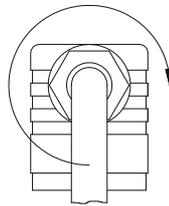

Fig. 11
- ↖ Pousser l'intérieur ⑧ jusqu'à encliquetage dans la boîte de raccordement ②.
- ↖ Enfiler la vis centrale ⑥ dans la boîte de raccordement ② et serrer le passe-câble à vis ⑤ M16x1,5 (⇒ Fig. 11).